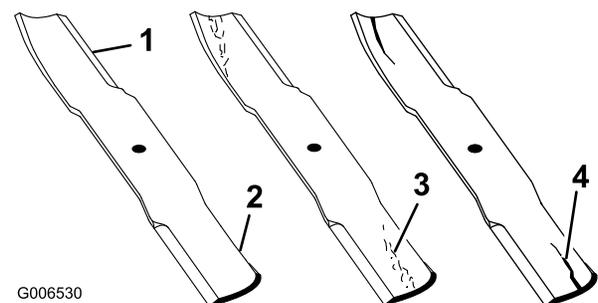

Figura 49
1. Inspeccione los filos de corte (Figura 49). Si los bordes no están afilados o tienen muescas, retire las cuchillas y afílelas. Consulte Afilado de las cuchillas.
2. Inspeccione las cuchillas, especialmente la parte curva (Figura 49). Si observa fisuras, desgaste o la formación de una ranura en esta zona (elemento 3. en la Figura 49), instale de inmediato una cuchilla nueva.